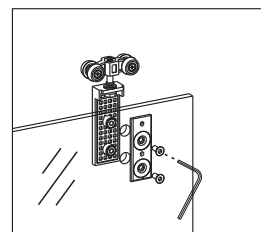
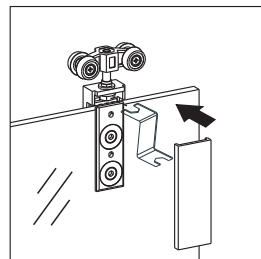

图5-1
图5-2
6. 先将活动平玻璃放进吊轮中,再按图5-1所示将吊轮内六角螺丝锁紧,接着按图5-2所示可以六角扳手拧动六角螺丝,可调节玻璃高低,使活动玻璃移动顺畅,调整好玻璃的高度后再将装饰盖安装好(另一块活动玻璃安装方式一样)。